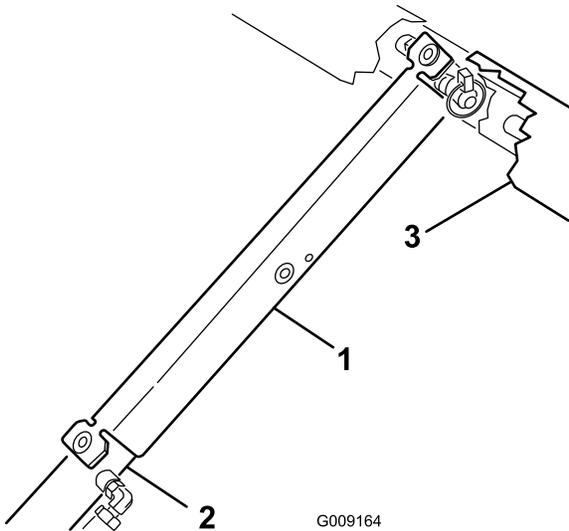

図 14
3. サポートをシリンダロッドにはめ込んで、安全サポートの端部でシリンダバレルの端とシリンダロッドの端を確実に支える 図 14。